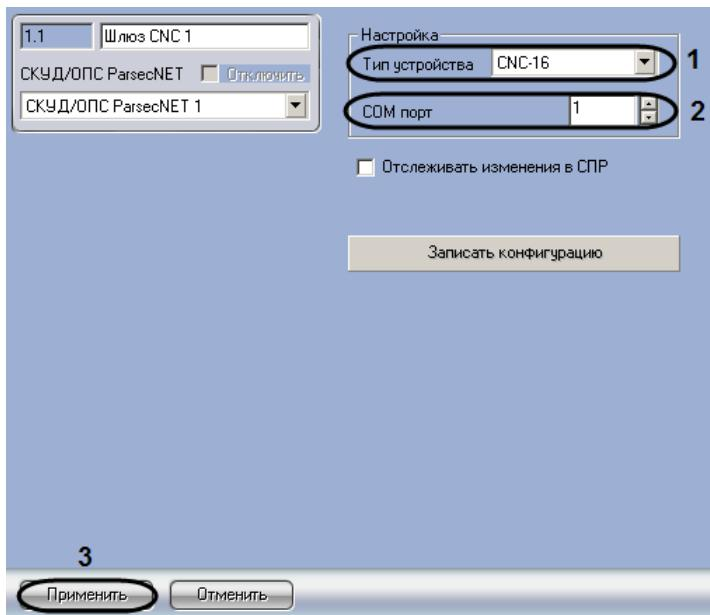

Рис. 3.3—4 Задание СОМ-порта подключения оборудования СКУД/ОПС ParsecNet
1. Перейти на панель настроек объекта **Шлюз CNC** (Рис. 3.3—4).
2. Из раскрывающегося списка **Тип устройства** выбрать значение **CNC-08** или **CNC-16**, соответствующее типу подключенного ЦКС (см. Рис. 3.3—4, 1).
3. В поле **СОМ-порт** ввести с помощью кнопок **вверх-вниз** порт подключения оборудования *СКУД/ОПС ParsecNet* (см. Рис. 3.3—4, 2).